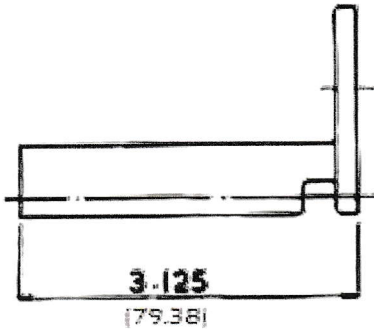

Fig. 16
- 6M Enlevez la protection de vis-mère et raccourcissez-la à la nouvelle cote donnée à la Fig. 16.